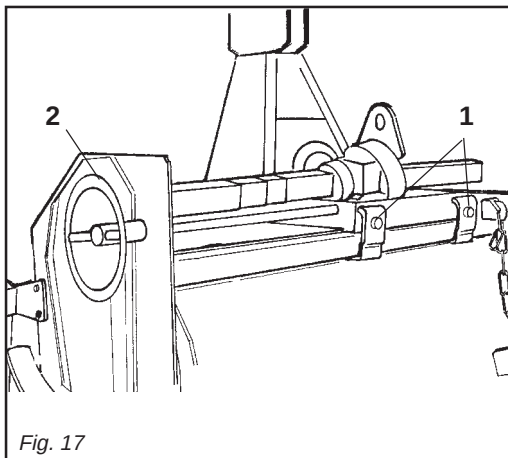
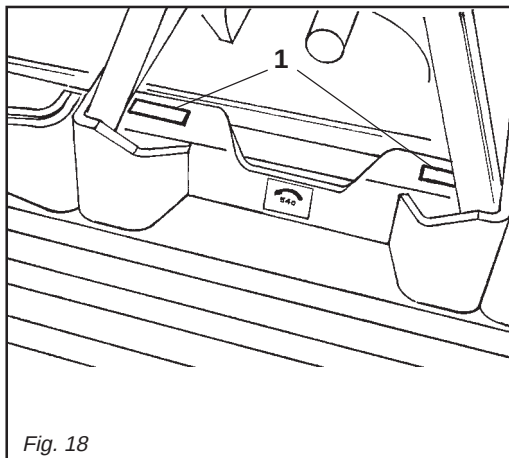

Fig. 17
Fig. 18
- 2- Allentare le viti (1 Fig. 17) che fissano le staffe e lasciarle libere.
- 3- Per mezzo dell'apposito volantino (2 Fig. 17) far scorrere il carrello fino alla posizione desiderata quindi serrare le 2 viti allentate.
- Anteriormente il carrello è provvisto di 2 pattini di guida (1 Fig. 18), che possono essere sostituiti in caso di usura.
- 2- *Slacken the screws (1 Fig. 17) that fix the brackets and leave these free.*
- 3- *Use the requisite handwheel (2 Fig. 17) to move the carriage to the position required and the tighten the two carriage fixing screws.*
- At the front, the carriage has two guide pads (1 Fig. 18) that should be replaced when worn.*
- 2- Die Schrauben (1 Abb. 17) welche die Bügel festhalten, losschrauben und sie frei lassen.
- 3- Mittels dem dafür vorgesehenen Handrad (2 Abb. 17) den Schlitten auf die gewünschte Position bringen und danach mit den zwei Fixierschrauben den Schlitten blockieren. Am früher Teil des Schlittens sind zwei Gleibacken (1 Abb. 18) vorgesehen, die bei Verschleiß ausgetauscht werden können.
- 2- Desserer les vis (1 Fig. 17) de fixation des brides pour les libérer.
- 3- Au moyen du volant (2 Fig. 17) faire avancer le chariot jusqu'à la position désirée; serrer ensuite les deux vis de fixation du chariot.
- Les 2 patins de guidage (1 Fig. 18) prévus à l'avant du chariot peuvent être remplacés en cas d'usure.
- 2- Aflojar los tornillos (1 Fig. 17) que fijan los estribos y dejarlos libres.
- 3- Con el volante apropiado (2 Fig. 17) deslizar el carro hasta la posición deseada y luego apretar los dos tornillos de fijación carro.
- El carro anteriormente está dotado de 2 patines de guía (1 Fig. 18) que se pueden sustituir si se desgastan.